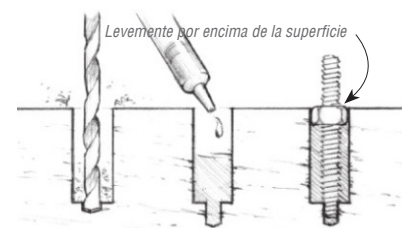

Figura 20 Una las varillas o los pernos roscados al sustrato como una alternativa para desprende el hardware fácilmente.
3. Impregne el extremo inferior del vástago y empuje hacia el orificio lleno de epóxico. Cubra el orificio o limpie el exceso cuando sea necesario. Permita que el epóxico cure completamente antes de cargar el hardware y ajuste la tuerca (Figura 20).